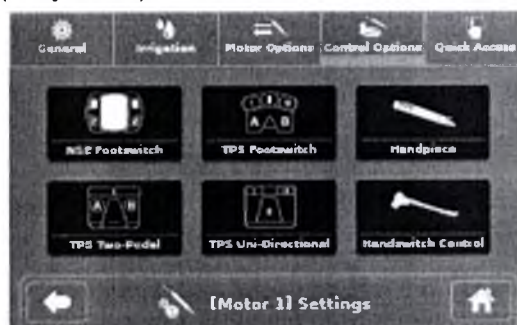

Рисунок 24 – Экран опций управления
3. Нажмите на кнопку управления, чтобы настроить опции для данного устройства (Рисунок 24).